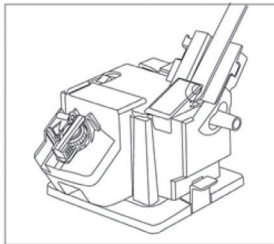

Рис. 2
6.1.2 Положите стамеску, зубило или лезвие на суппорт для лезвий. Магниты 10 (Рис. 1) удерживают лезвие в нужном положении. (Рис. 2).